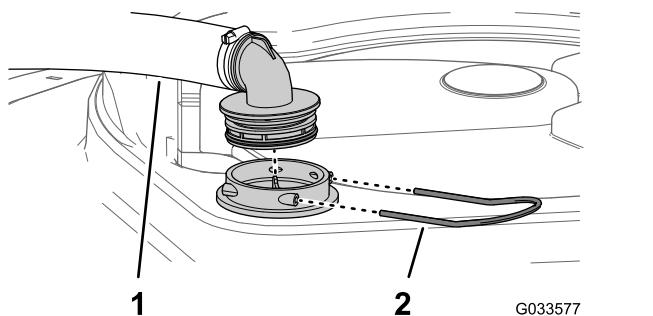

Bild 42
2. Nehmen Sie oben am Sprühbehälter den Halter ab, mit dem das Schlauchanschlussstück befestigt ist, das am dicken Schlauch und dem Filtergehäuse angeschlossen ist (Bild 42).
3. Nehmen Sie den Schlauch und das Schlauchanschlussstück vom Filtergehäuse ab (Bild 42).